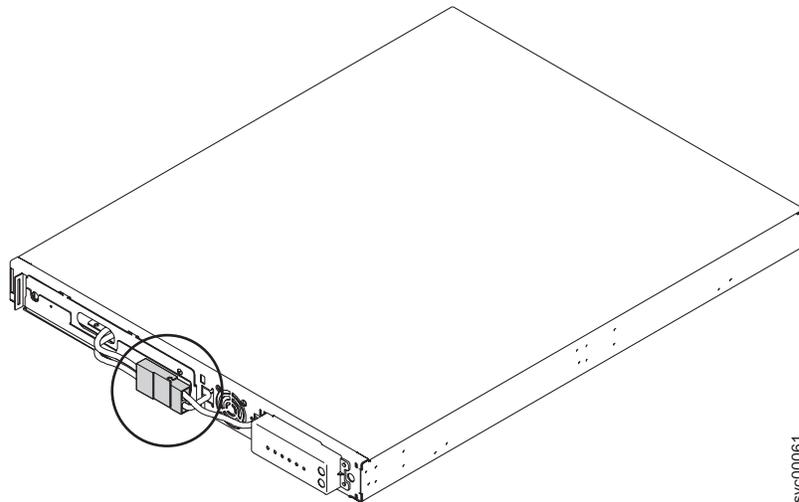

図 188. 内部バッテリー・コネクタを適所に収めた 2145 UPS-1U
7. 内部バッテリー・コネクタを接続します。522 ページの図 188 を参照してください。